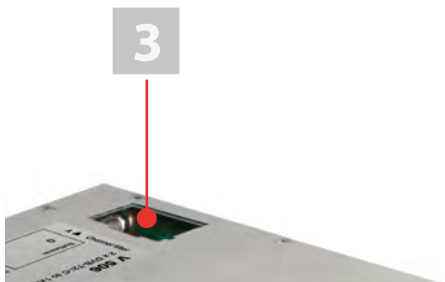

Bild 4: CI-Modul
1. Stecken Sie das Kanalfilter in den dafür vorgesehenen Steckplatz (vgl. Bild 4). Die Aktivierung des Filtera können Sie über die HE-Programmiersoftware vornehmen (siehe Abschnitt „Programmieren mit der HE-Programmiersoftware“).